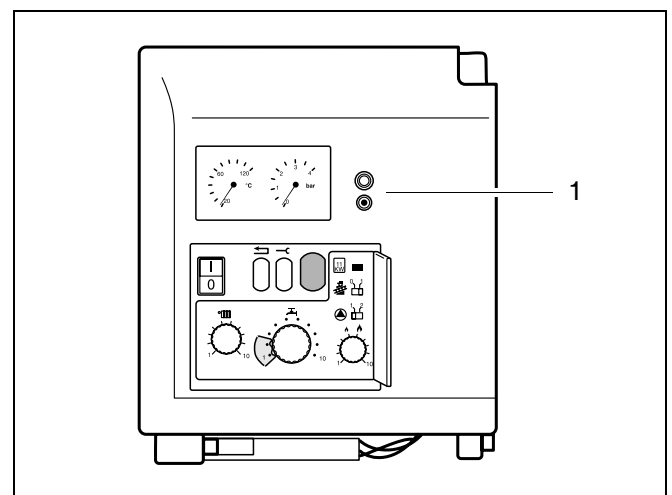

fig. 13 Connecteur de service
- pos. 1: thermostat de température Marche / Arrêt
- pos. 2: thermostat d'ambiance modulant (numérique) ERC
- pos. 3: port I/O raccordement de communication
- pos. 4: sonde de température extérieure
- pos. 5: alimentation en courant 24 VAC / maxi 6 VA (bornes 9-10) tension d'alimentation vanne à trois voies (bornes 9-10-11)
- pos. 6: pont non conducteur
Derrière la petite porte du capot, se trouve un connecteur de service (fig. 13, pos. 1). Lorsque vous disposez d'un outil de service, celui-ci peut être connecté sur la chaudière via le connecteur de service. Cet outil de service permet de lire, de manière simple, l'état et l'historique de la chaudière. Il est par ailleurs possible de tester les composants et de trouver rapidement la cause d'une panne.